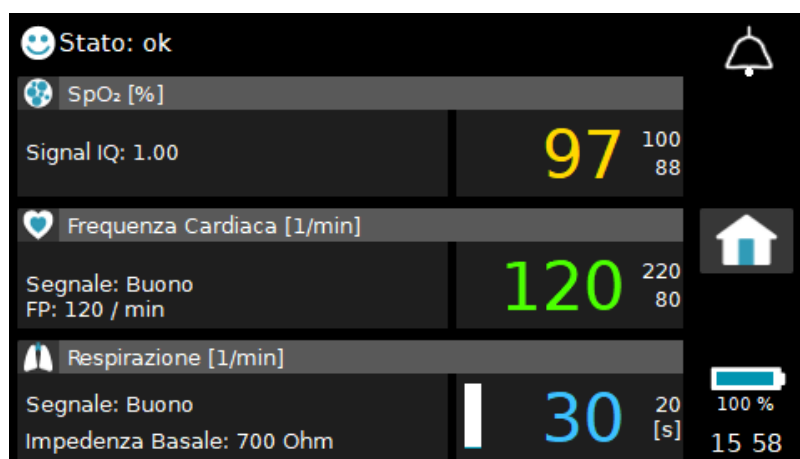

Fig. 78 Visualizza il contenuto di Vista 1 schermata con Visualizzare FP/FC impostato su Sì
Impostando l'impostazione **Visualizzare FP/FC** su **Sì**, la frequenza pulsazione (FP) viene visualizzata contemporaneamente alla frequenza cardiaca (FC) sia nella **Vista 1** che nella **Vista 2**. Nella **Vista 1**, il valore corrente di **FP** viene visualizzato sul lato sinistro dello schermo sotto l'indicatore della qualità del segnale nell'area di lavoro **Frequenza cardiaca/pulsazione**, come mostrato nella Fig. 78.